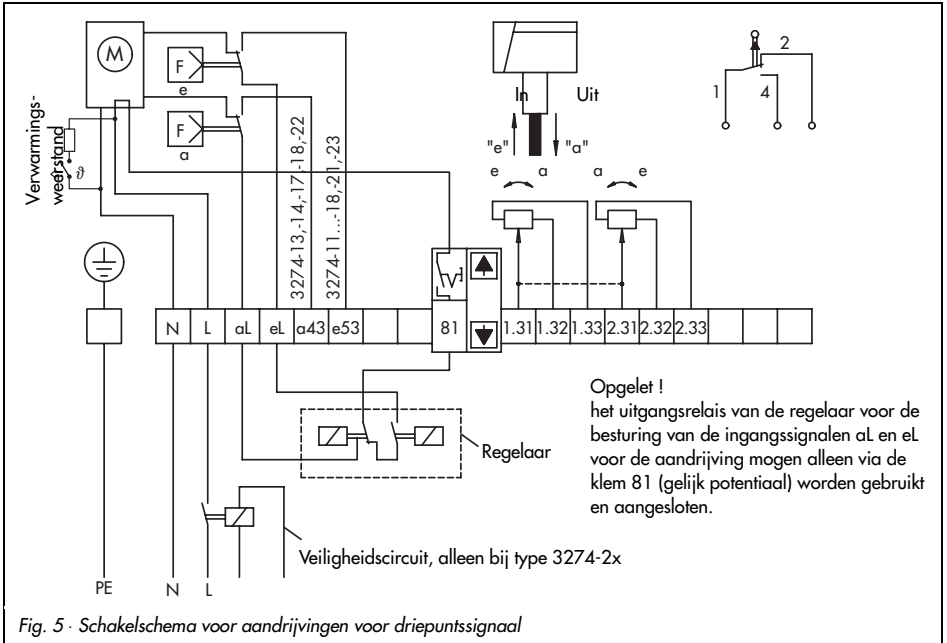

Fig. 5 · Schakelschema voor aandrijvingen voor driepuntssignaal
- ▶ Het deksel aan de zijkant van de behuizing afschroeven, de kabels door de wartels in de behuizing naar de aansluitklemmen leiden en bevestigen. (zie daarvoor fig. 5 t/m 7 of schakelschema op sticker in deksel behuizing).
Op de print van de motorelektronica bevindt zich een houder met een glaszekering 5x20 mm, die de beveiliging van de aandrijving en bij aansluiting conform fig. 5 t/m 7 ook de beveiliging van de contacten van de externe regelaar verzorgt.